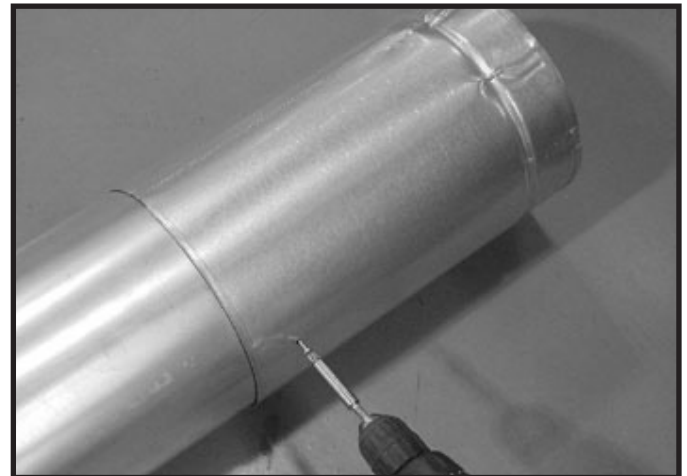

Figure 7.6 Vissez sur la section coulissante
- Fixez le conduit et la section coulissante avec deux vis d'une longueur inférieure à 13 mm (1/2 po) en utilisant les trous de guidage sur la section coulissante. Voir la figure 7.6.